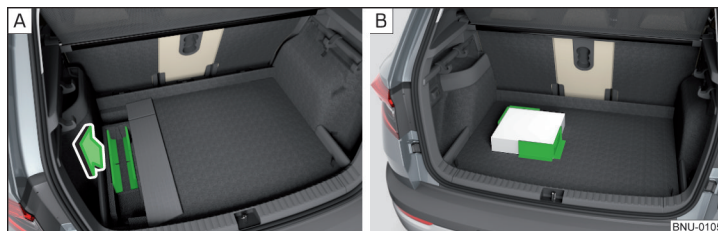

Fig. 141 Retirar los elementos de carga / Ejemplo de fijación de la carga
- Antes del uso, retirar el elemento de carga en el sentido de la flecha » fig. 141 - **A**.
- Fijar la carga por medio de los elementos de carga si es posible cerca de los asientos traseros » fig. 141 - **B**.